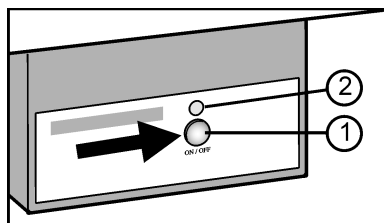

Fig. 4
- ▶ Tecla On/Off Fig. 4 (1) apertar, de modo que o LED Fig. 4 (2) fique aceso.